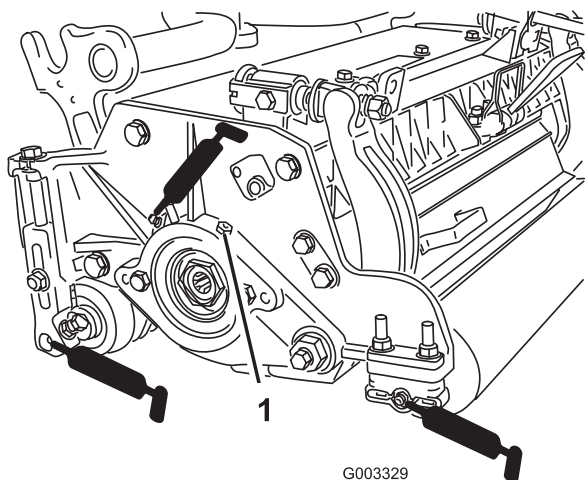

Figure 17
Chaque plateau de coupe comporte (6) graisseurs (Fig. 17) qu'il faut lubrifier régulièrement avec de la graisse universelle au lithium N° 2.